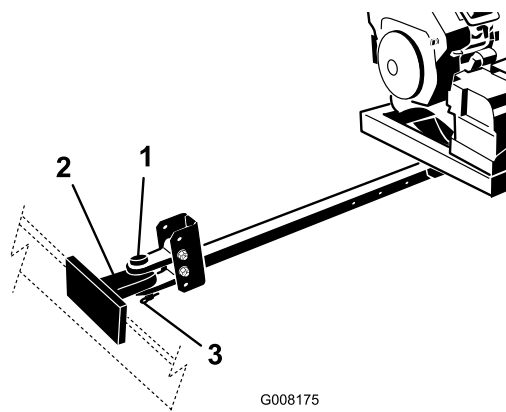

図 9
4. ヒッチ・ピンとクレビスを使って、ブローのクレビス・ヒッチを牽引車両のヒッチに接続する（図 9）。